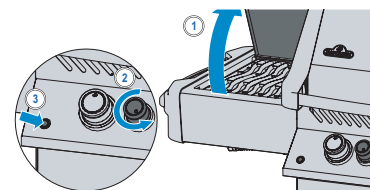

Fig. 2
5. Si le brûleur ne s'allume pas, pivoter le bouton dans le sens contraire des aiguilles d'une montre (position OFF). Attendre 5 minutes. Recommencer les étapes 3 et 4. (Fig. 2)
4. Si le brûleur ne s'allume pas, pivoter le bouton dans le sens contraire des aiguilles d'une montre (position OFF). Attendre 5 minutes. Recommencer les étapes 2 et 3. (Fig. 2)